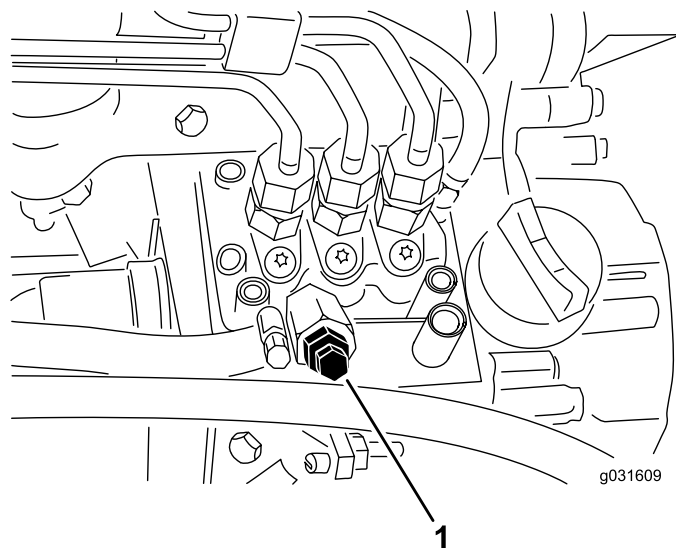

Figura 53
4. Deurubăți urubul pentru purjarea aerului de pe pompa de injectie de combustibil (Figura 53).